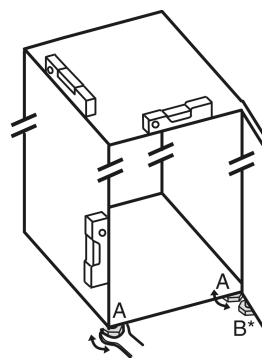

Fig. 5
- ▶ Seřizovací nožky Fig. 5 (A) vyšroubujte pomocí přiloženého vidlicového klíče a pomocí vodováhy, dokud nebude spotřebič pevně vyrovnaný.
- ▶ Seřizovací nožku Fig. 5 (B) na stojanu ložiska vytáchejte pomocí přiloženého vidlicového klíče, až dosedne na zem.
- ▶ Seřizovací nožku Fig. 5 (B) otáčejte dál o 90°.